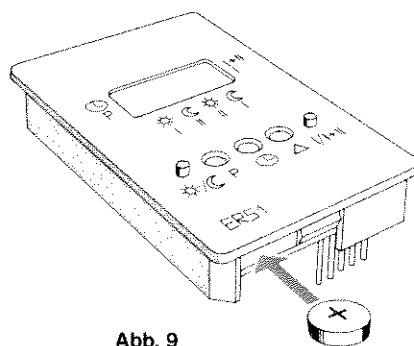

Abb. 9
3. Neue Batterie mit Pluspol nach oben (siehe Abb. 9) einsetzen.